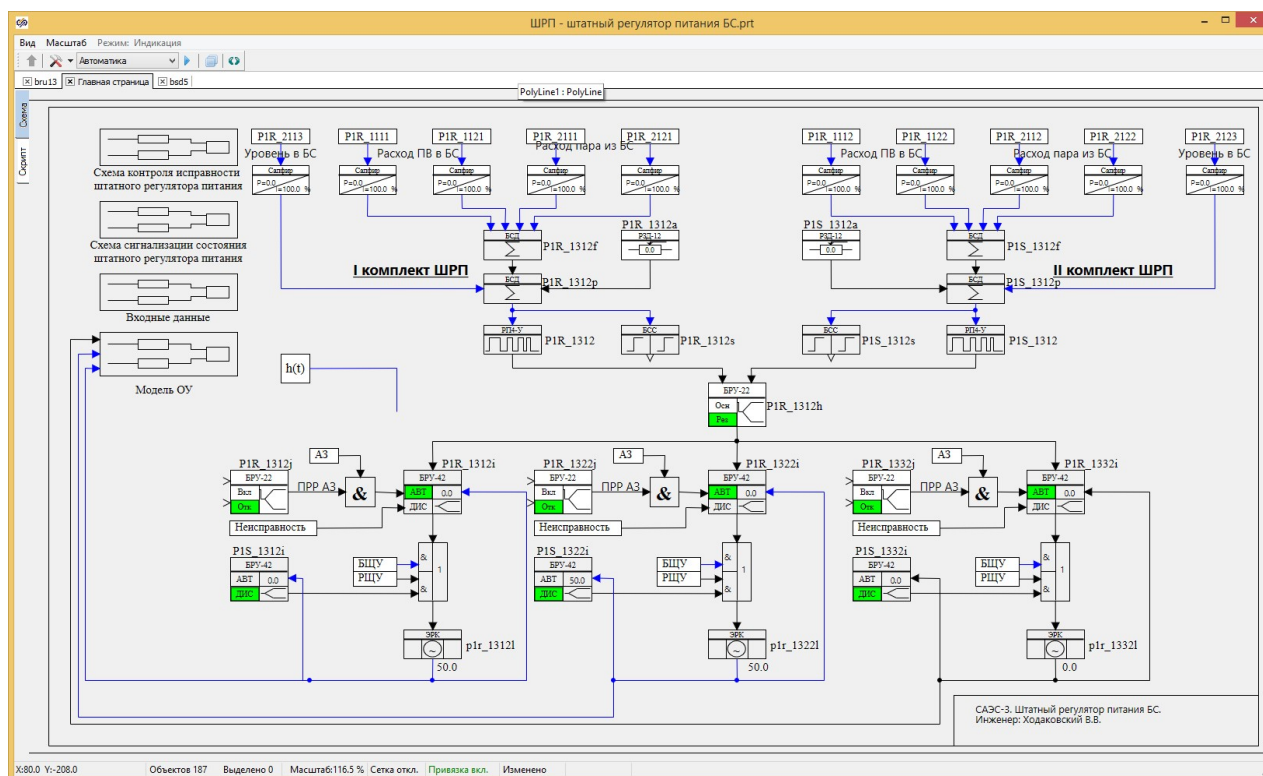

Рисунок 13 – Окно проекта с расчетной схемой
4. Для просмотра и правки параметров и схемы добавленного файла воспользуемся кнопкой быстрого доступа «Открыть выделенные». Выделим проект **ШРП – штатный регулятор питания БС.prt** в таблице проектов и нажмем на кнопку «Открыть выделенные», после чего откроется окно проекта со схемой регулятора, представленное ниже (Рисунок 13).
5. В открывшемся окне зайдем в **Параметры расчета** и укажем в свойстве «Имя (имена) алгоритма» имя **азрг1** (Рисунок 13). Сохраним внесенные изменения нажатием на кнопку «Ok».